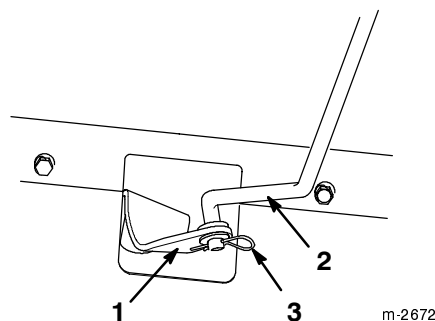
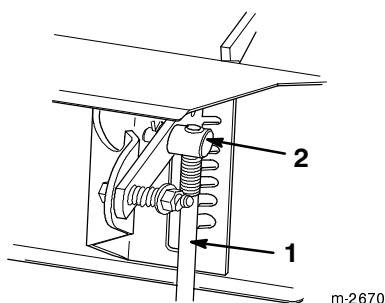

Figure 6
Figure 8
1. Tirez le bras de changement de vitesse à fond vers l'extérieur (Fig. 6).
- Vissez le haut de la tige de changement de vitesse dans le tourillon (Fig. 8) jusqu'à ce que le bas de la tige puisse être inséré dans le trou du bras de changement de vitesse (Fig. 6).
- Insérez la tige de changement de vitesse dans le bras, mettez une rondelle plate sur la tige et fixez le tout à l'aide d'une goupille fendue (Fig. 6).